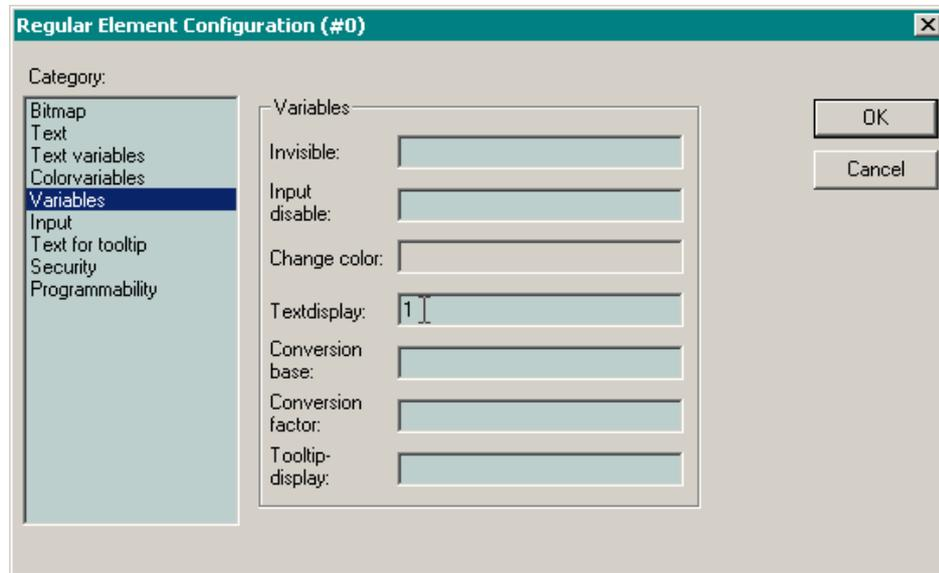

Рис. 69. Ввод идентификатора текстового ресурса, доступного в подключенном файле динамического текста
- Для выбора надписи, которая будет отображаться на кнопке, щелкните на категории **Variables** и в поле **Textdisplay** введите числовой идентификатор соответствующей строки. В данном случае кнопке выбора языка соответствует идентификатор 1, как показано на рис. 69.